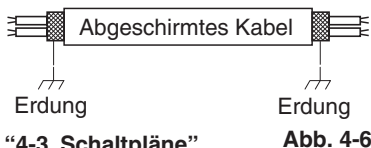

Abb. 4-6
- (5) Als Steuerverbindungskabel zwischen Geräten (c) müssen abgeschirmte Kabel verwendet werden, wobei die Abschirmung auf beiden Seiten geerdet werden muss, da andernfalls Funktionsstörungen durch Störsignale auftreten können. (Abb. 4-6) Die Kabel sind wie im Abschnitt "4-3. Schaltpläne" anzuschließen.